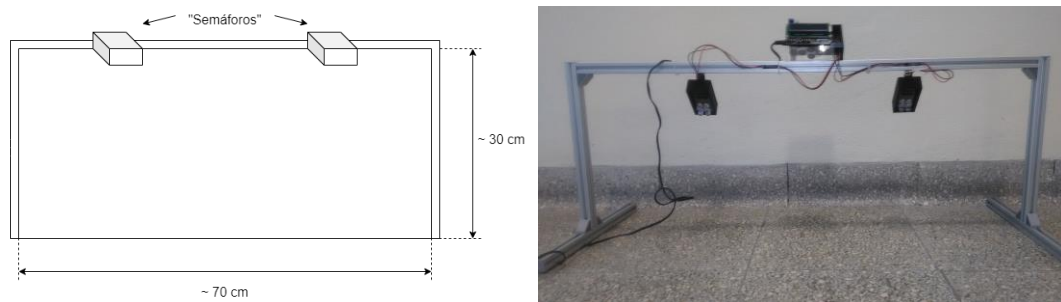

Figura 6: Dimensões aproximadas do pórtico que suporta o “semáforo”, que assinala o início da prova (à esquerda), e fotografia deste (à direita)
3. No início da pista encontra-se um “semáforo”, montado na parte inferior de um pórtico (como ilustrado na Figura 6), que acenderá assinalando o início da prova.